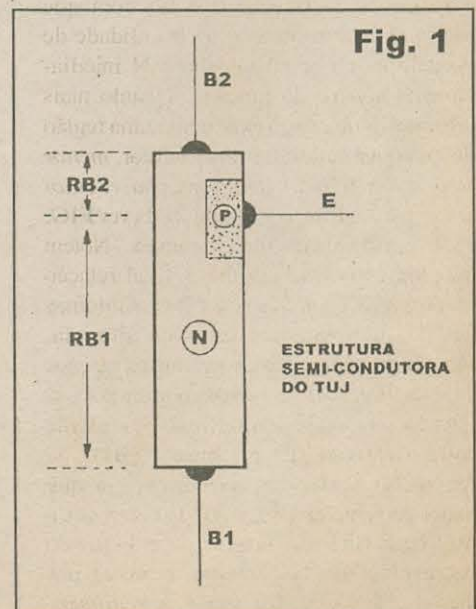

Fig. 1
FIG. 1 - A ESTRUTURA DO TUJ (UM DIODÃO MALUCO QUE PODE FUNCIONAR COMO TRANSÍSTOR OSCILADOR OU TÊX. PORIZADOR...) - Conforme se vê do Diagrama, existindo apenas um bloco tipo P e um outro tipo N, o âmago do TUJ é determinada apenas uma junção semicondutora, coisa parecida com o que vemos nos diodos comuns... Acontece que fisicamente o TUJ também é diferente dos diodos, pois as porções P e N da sua estrutura tem tamanhos desiguais e a própria posição da zona de junção não é simétrica... Temos uma pequena barra de silício devidamente dopado de modo a assumir
organização básica é mostrada no diagrama... Supondo que, inicialmente, o capacitor C1 esteja *descarregado*, temos que o ponto B mostrará *zero* volt. Outra coisa: como vimos que o T_{UJ}, entre seus terminais **B1** e **B2**, pode ser considerado um simples resistor, é fácil intuir que a tensão no ponto A será meramente determinada pela *divisão* oferecida pelos valores de R1 e da resistência interna do T_{UJ}... Se R1 tiver um valor sensivelmente *menor* do que os presumidos 9K internos do T_{UJ}, é de se esperar que a *voltagem* no citado ponto A não difira muito do valor geral da alimentação **positiva** (9V, no caso...). Vejamos, agora, como *as coisas acontecem dentro do T_{UJ}*... A tensão no material da base N do T_{UJ}, próxima à junção única, será igual à *voltagem* de A *multiplicada* pela já citada relação ou proporção (0,85), resultando em aproximadamente 7,5V. Como o ponto B está acoplado ao capacitor C1, *descarregado*, será *mais negativo* do que o “lado N” da junção única interna do T_{UJ}... O “diodo” interno se encontrará, então, *inversamente polarizado*... Acontece que tal situação geral *não é definitiva*, uma vez que C1 será carregado pela corrente que flui através do resistor R2... Com isso (e num *tempo* - como já sabemos - unicamente dependente dos valores de R1 e C1...) a tensão em B *crescerá*...! Quando a *voltagem* em B chegar a um nível 0,6V *mais positivo* do que os 7,5V já encontrados, o “diodo” interno do T_{UJ} se tornará *diretamente polarizado*...! Assim que isso ocorre, corrente substancial começará a circular, do **emissor (E)** para o terminal de **base 1 (B1)**... A manifestação dessa corrente se dá na forma de *portadores de carga* que se deslocam do **emissor** para a região N da **base**... Isso faz com que *aumente* a concentração ou quantidade de portadores na região da base N imediatamente *abaixo* da junção... Quanto mais *portadores de carga* existirem numa região de qualquer material semiconductor, *menor será a resistência dessa mesma região/material*... Assim, o valor de RB1 (ver FIG. 1) se verá drasticamente diminuído... Note que, em consequência disso, a tal relação ou proporção entre as resistências internas do T_{UJ} também fica bastante alterada, fazendo com que a tensão próxima à junção *caia* na direção de *zero* volt, o que - por sua vez - facilita ainda mais o fluxo de corrente entre o **emissor (E)** e a **base 1 (B1)**... O fenômeno segue, em *avalanche*, já que maior corrente entre E e **B1** faz com que a resistência **BR1 caia** mais ainda, enfatizando o crescimento da corrente, e assim por diante...! É o que chamamos de *realimen-*